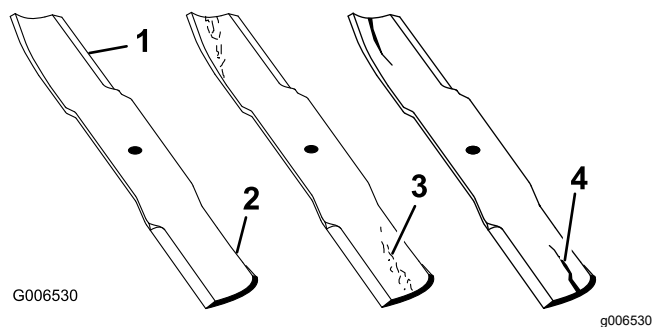

Figura 84
1. Inspeccione los filos de corte (Figura 84).
4. Si observa fisuras, desgaste o la formación de una ranura en esta zona, instale de inmediato una cuchilla nueva (Figura 84).